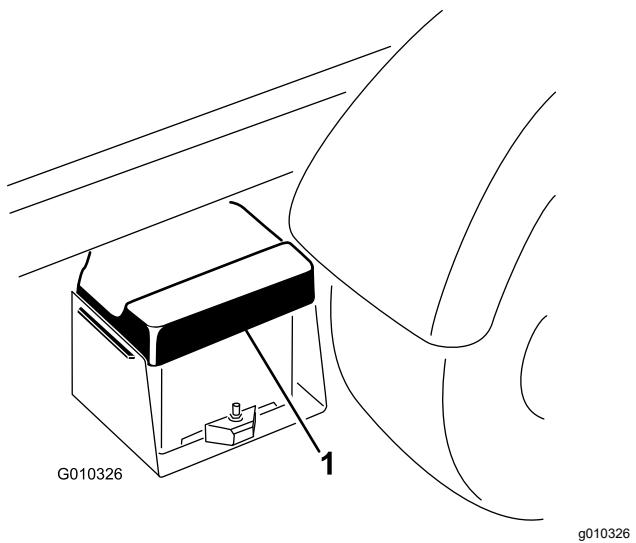

Figura 42
- Aperte a tampa da bateria para soltar as patilhas da base da bateria e remova a tampa da base da bateria (Figura 42).